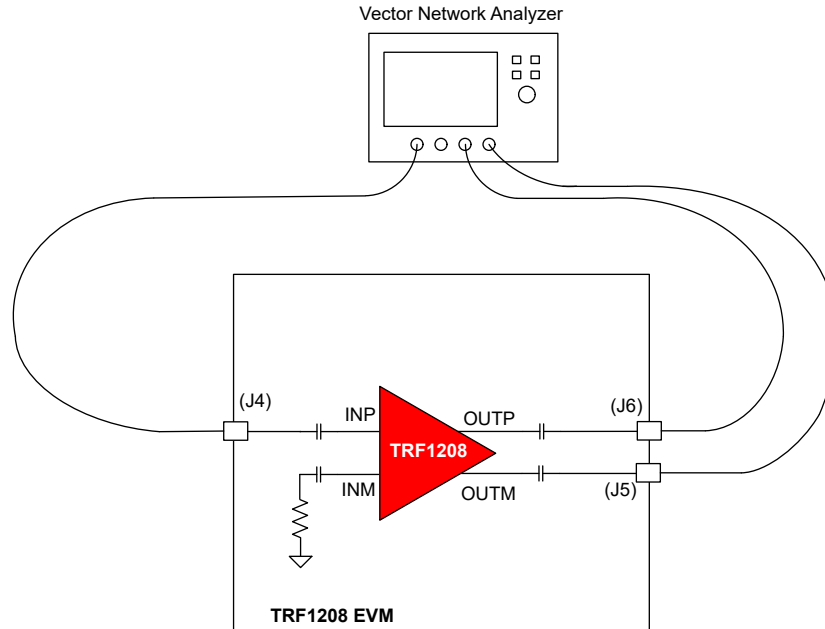

图 3-1. S 参数测试设置
1. 如图 3-1 所示，通常会使用矢量网络分析器 (VNA) 进行 S 参数测量。要测量 TRF1208 EVM，建议使用 3 端口 VNA，它可以分别在 EVM 的输入和输出端口产生单端信号和接收差分信号。